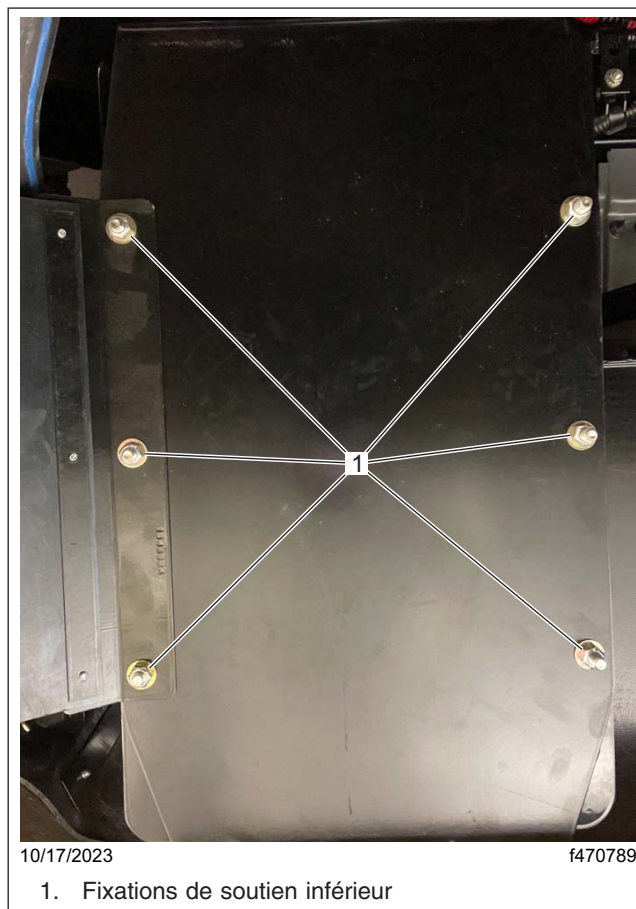

Fig. 2, Support inférieur de réservoir DEF
6. Placez le vérin de plancher sous le support inférieur du réservoir DEF et retirez les attaches qui fixent le support inférieur au support de montage du réservoir. Voir Fig. 2.